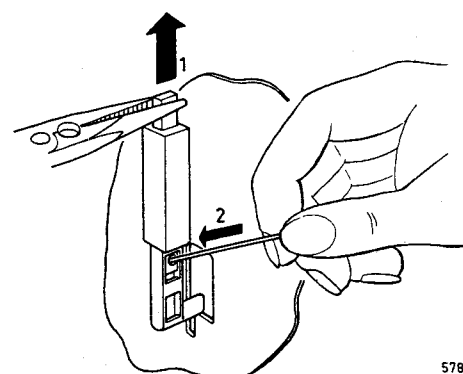

Fig. 16
- Entferne den Antriebsbügel; löse hierzu Schrauben E (Abb. 16).
- Einstellen des Aufnahme/Wiedergabeschalters kann durch Verstellen des Antriebsbügels erfolgen (siehe Abb. 16).
- Bringe das Kupplungsstück vom Schalterschieber in die oberste Stellung bis zum Anschlag in der Printplatte und/oder Schaltergehäuse und ziehe die Schrauben (E) an.